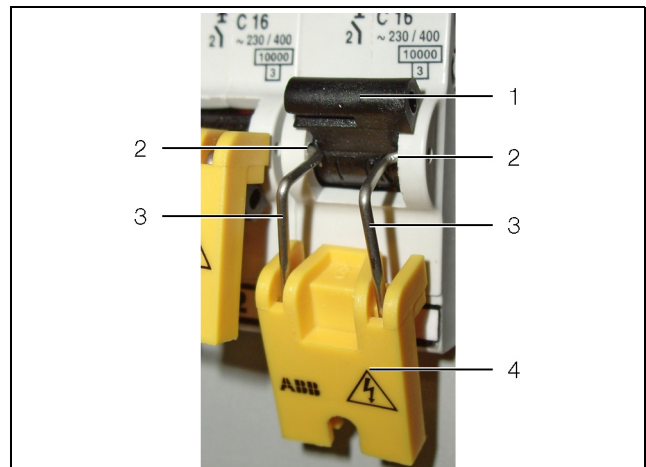

Abb. 9: Korrekt montierte Schaltsperrung
- Setzen Sie die Schaltsperrung von innen in die beiden Öffnungen (Abb. 9, Pos. 2) im Gehäuse des Leitungsschutzschalters.